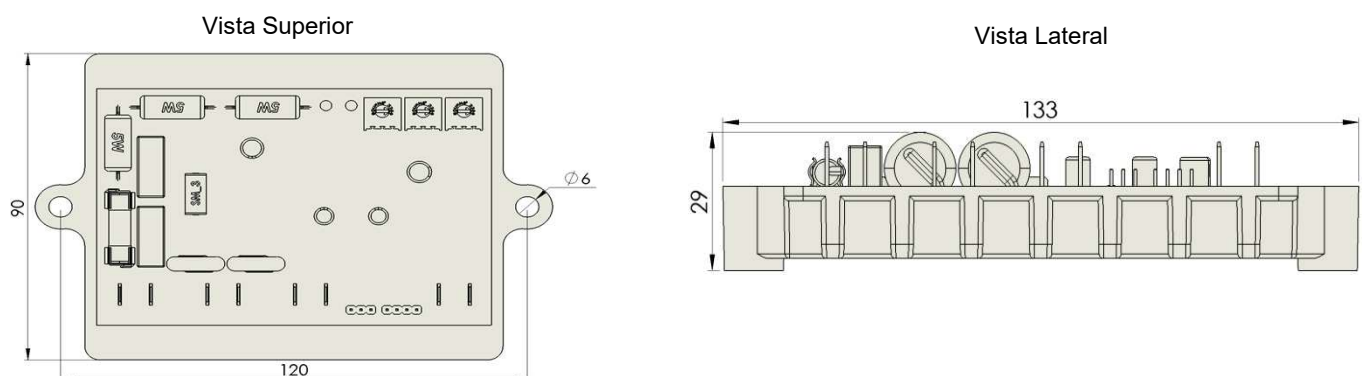

Figura 13.1: Dimensional (mm)
O diagrama para ligação do regulador em bancada (figura 13.1), pode ser verificado o funcionamento do equipamento antes de ligá-lo no alternador.
- 1º Montar circuito conforme diagrama da figura 13.1;